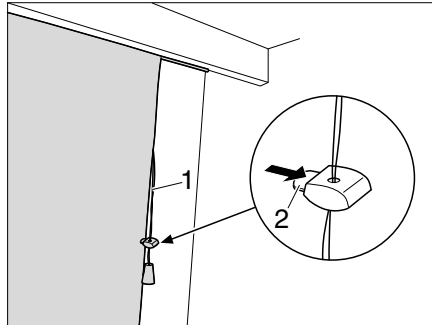

Fig. 88 Store plissé
- Tirer sur le cordon (Fig. 88,1) vers le bas. Le store est tiré vers le haut par les bandes et plissé.
- Appuyer sur la borne (Fig. 88,2) du support et pousser le support sur la position souhaitée.
- Appuyer sur la borne (Fig. 88,2) du support.